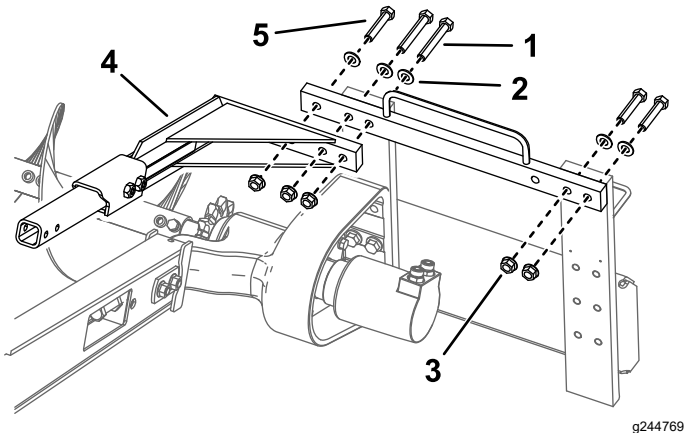

图 9
8. 拆下固定上框架右侧的 2 个螺栓 $\frac{5}{8}$ x 3 英寸、2 个垫圈和 2 个螺母然后将它们移至左侧对应的孔中图 9。
9. 使用之前拆下的 3 个螺栓、垫圈和凸缘螺母将安全杆安装到挖沟机链条上方图 9。